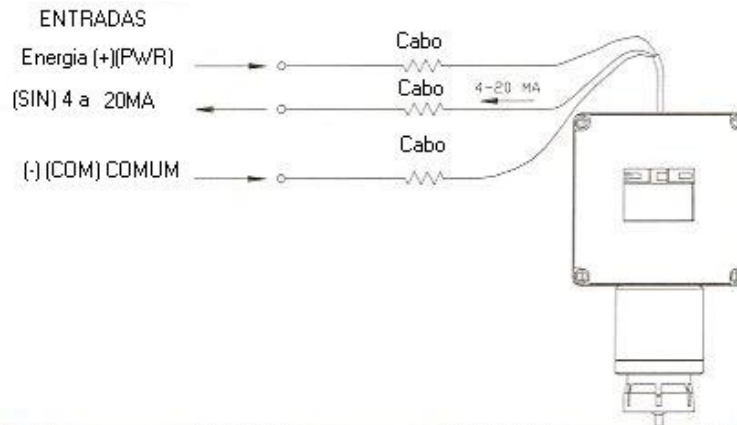
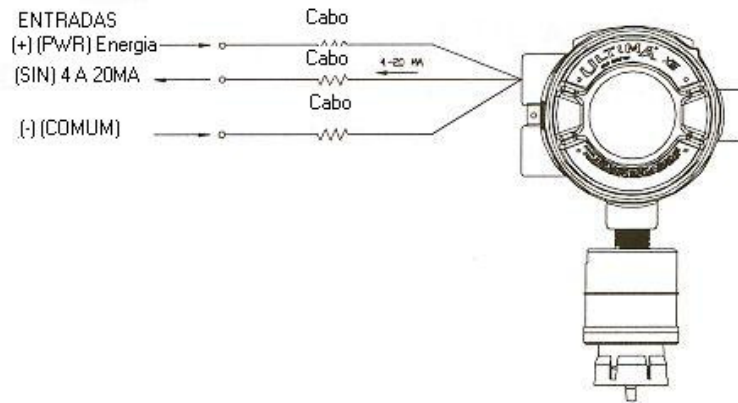

Figura 1-11. Operação de Propósito Geral de 4 a 20mA de Três Fios
Figura 1-13. Operação de 4 a 20mA de Três Fios à Prova de Explosão
- Os Monitores Ultima com três fios operam no modo de fonte corrente (Figura 1-11) para propósitos gerais (Figura 1-13 para os que são à prova de explosão).